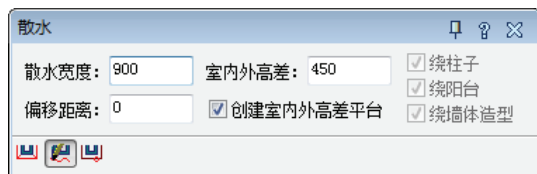

图 15-57 “散水”对话框
12) 绘制散水。调用“散水”命令，在弹出的“散水”对话框中设置参数，如图 15-57 所示。